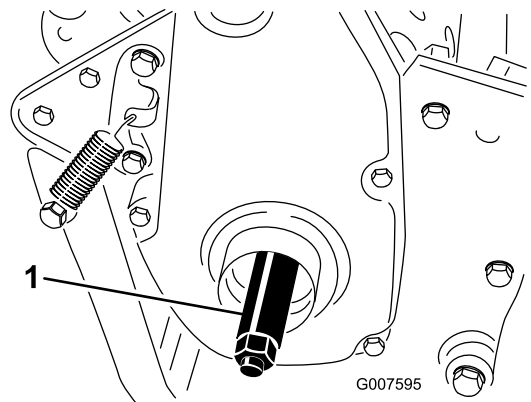

Bild 9
- Drehen Sie die rechte Radachse in die Antriebsscheibe rechts an der Maschine (Bild 9).